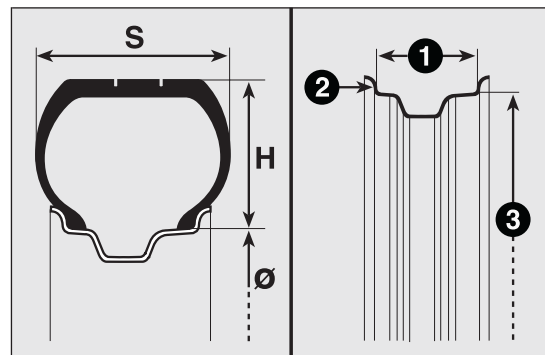

fig. 196
**Esempio: 175/70 R 14 91 T** (vedere fig. 196)
**Esempio: 5 1/2J x 14 H2 ET 44** (vedere fig. 196)
**5 1/2** larghezza del cerchio in pollici (1).
**J** profilo della balconata (risalto laterale dove appoggia il tallone del pneumatico) (2).